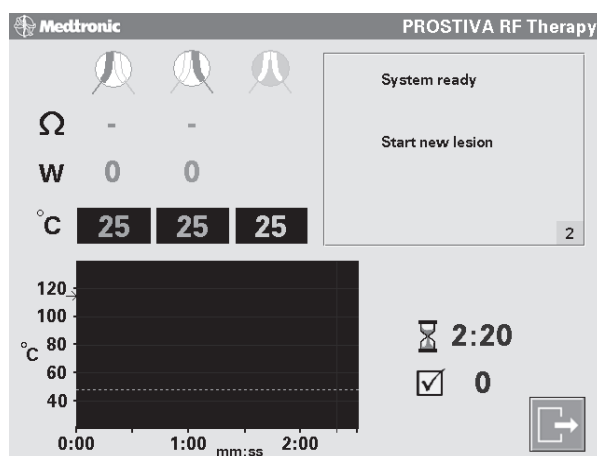

Figura 4-11. Confirme que aparece el mensaje "System Ready" (sistema preparado) en la pantalla.
3. Confirme que aparece el mensaje "System Ready" (sistema preparado) en la pantalla (Figura 4-11).